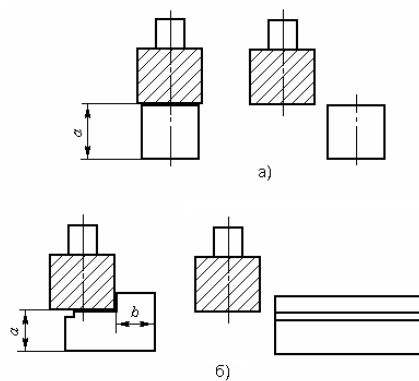

Рисунок 19
6. Указать комплект технологических баз, необходимый для обеспечения требуемой ориентировки заготовки (рисунок 19).